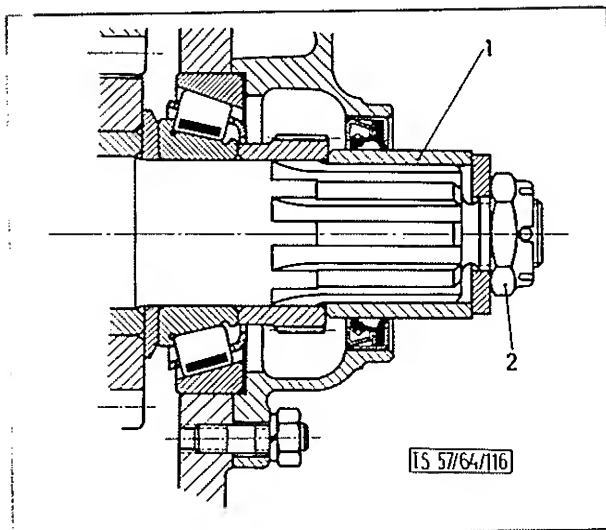

BILD 7: Montage der Hilfsbüchse
4. Hilfsbüchse (Bild 7) montieren und die Mutter (7/2) mit 15 mkp anziehen. Die Vorspannung der Kegelrollenlager muß 10-30 cmkp betragen. Dieser Wert wird durch Zugabe oder Wegnahme von entsprechenden Einstellscheiben erreicht.